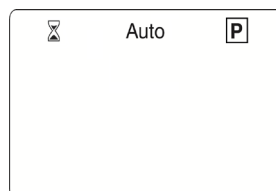

Fig. 19
- 1) appuyer sur la touche (▶) jusqu'à ce que soit entouré le symbole  de programme, comme sur la Fig. 19;